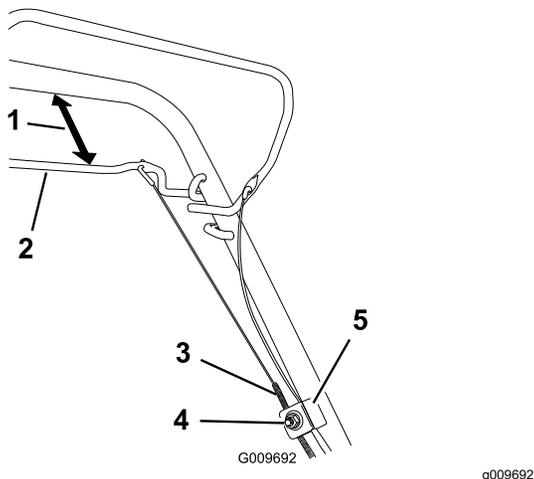

Figura 24
1. Allentate il dado del supporto cavo (Figura 24).
2. Mantenete la barra della trazione automatica a una distanza compresa tra 25 e 38 mm dalla stegola (Figura 24).
3. Abbassate la guaina del cavo (verso la macchina) fino a tendere il cavo (Figura 24).